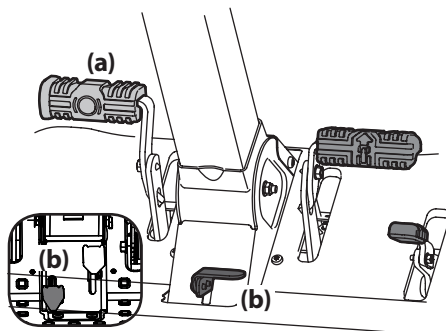

Figura 3-3
2. Ponga el freno de mano oprimiendo hacia adelante el pedal de freno (a), luego oprima la palanca de control de cruce/freno de mano (b) y posteriormente suelte el pedal del freno (a). Consulte la Figura 3-3.
2. Active el freno de estacionamiento presionando hacia adelante el pedal de freno (a), luego presione la palanca de freno de estacionamiento / control de cruce (b) y luego suelte el pedal de freno (a). Referirse a Figura 3-3.